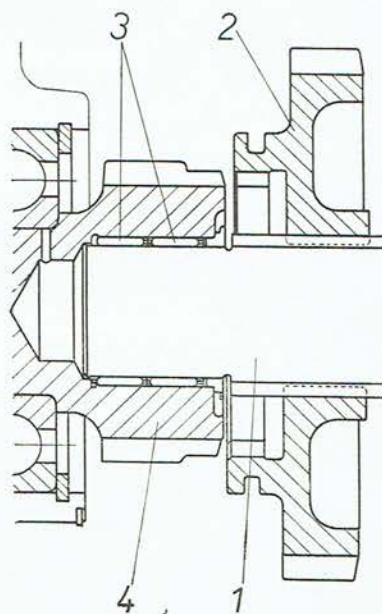

Abb. 108
- Nach Beseitigung der Störungen (z. B. nach Austausch eines schadhafteu Lagers) ist die zusammengebaute Ritzelwelle (Abb. 108/1) durch die Öffnung im Haupttriebekasten und im Getriebegehäuse in die Nuten des Schaltrades der Re-
duktion (Abb. 108/2) und in die Nadellager (Abb. 108/3) auf der Nutenwelle (Abb. 108/4) einzuschieben; bei der Montage ist zu achten, dass keine Nadeln aus den Lagern herausfallen.